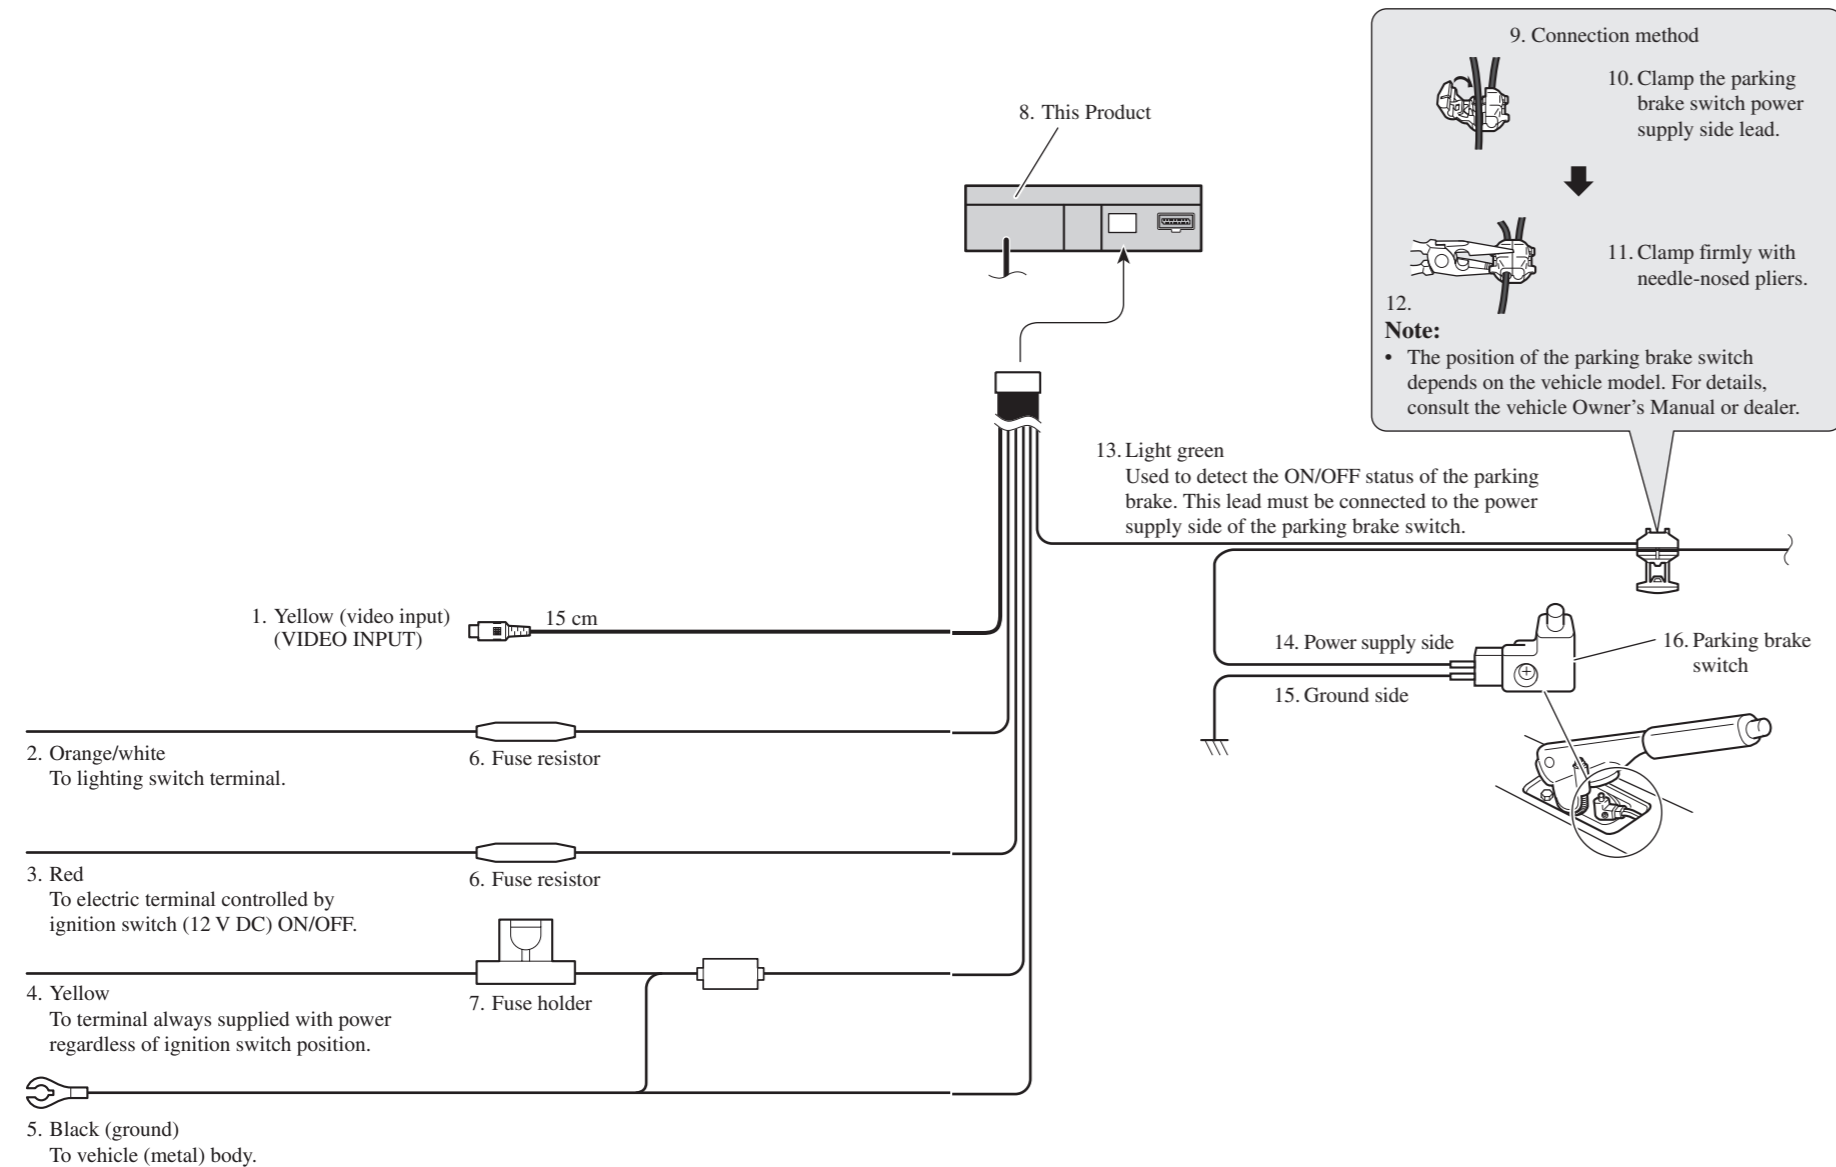

Fig. 8
**Connecting the Power Cord (Fig. 8)**
**Conexión del cable de alimentación (Fig. 8)**